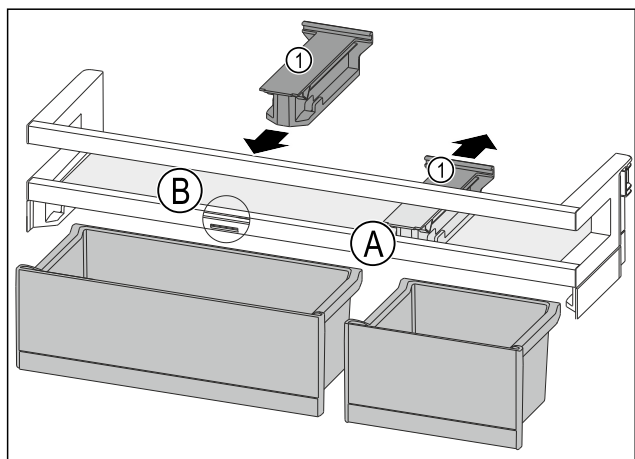

Fig. 142
- Držák Fig. 142 (1) v poloze Fig. 142 (A) stáhněte dozadu.
- Držák Fig. 142 (1) vložte v poloze Fig. 142 (B).